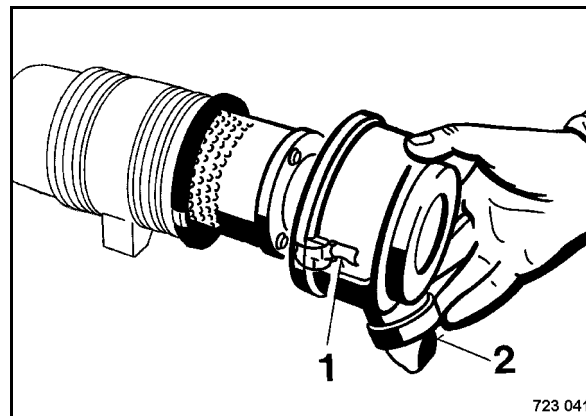

Рис. 134
- Ослабить обе защелкивающиеся дуги (1) (Рис. 134) на крышке корпуса и снять крышку.
- Очистить крышку корпуса и клапан удаления пыли (2).